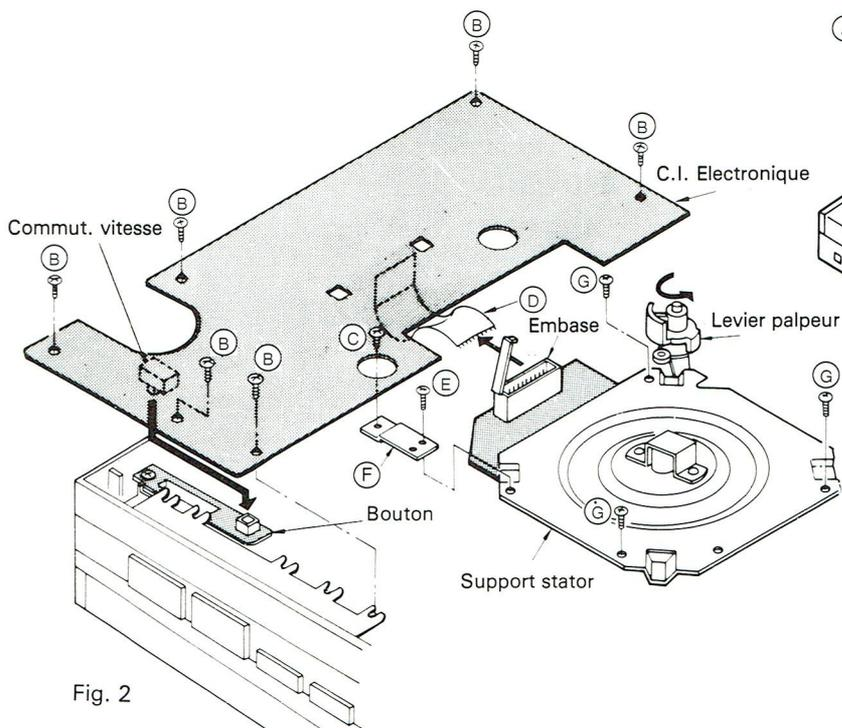

Fig. 2
1.3 Démontage du C.I. électronique (Fig. 2)
1.4 Démontage du Stator (Fig. 2)